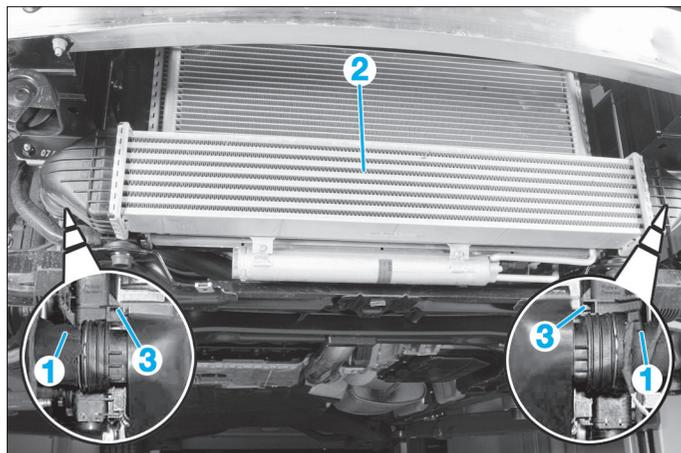

FIG. 55
- Détacher les durits (1) de l'échangeur air-air (2) (Fig.55).